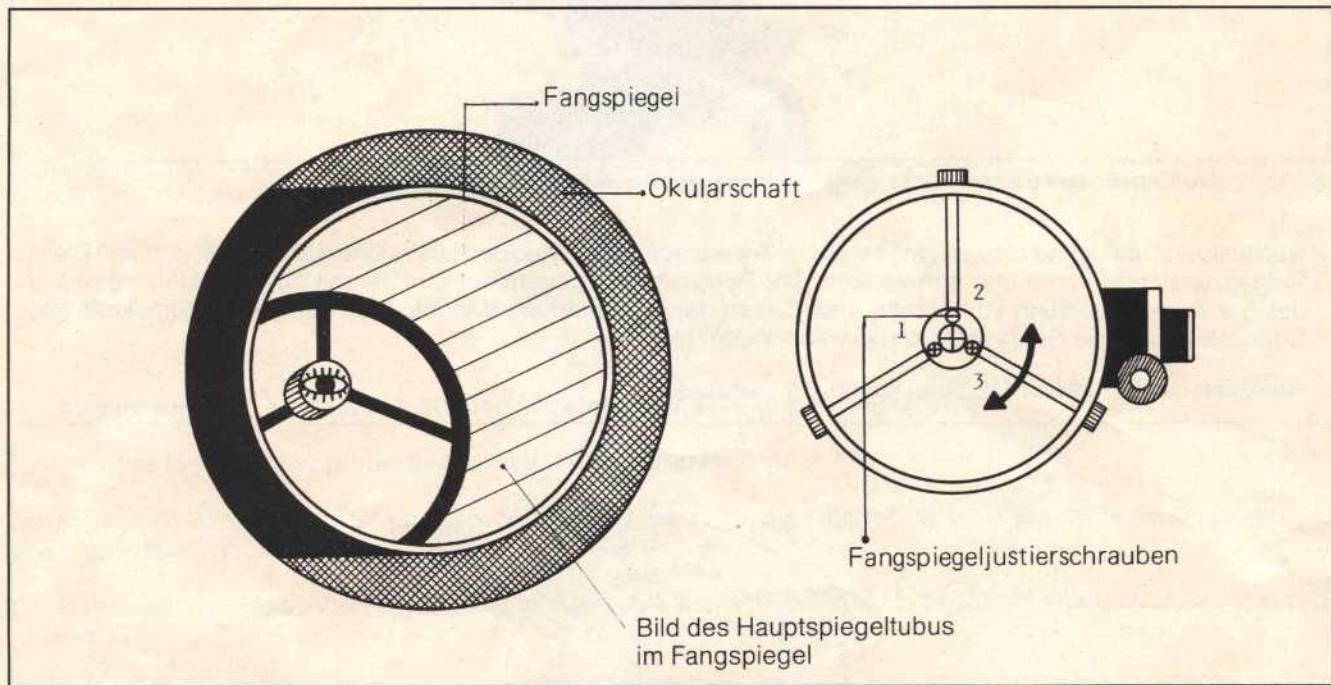
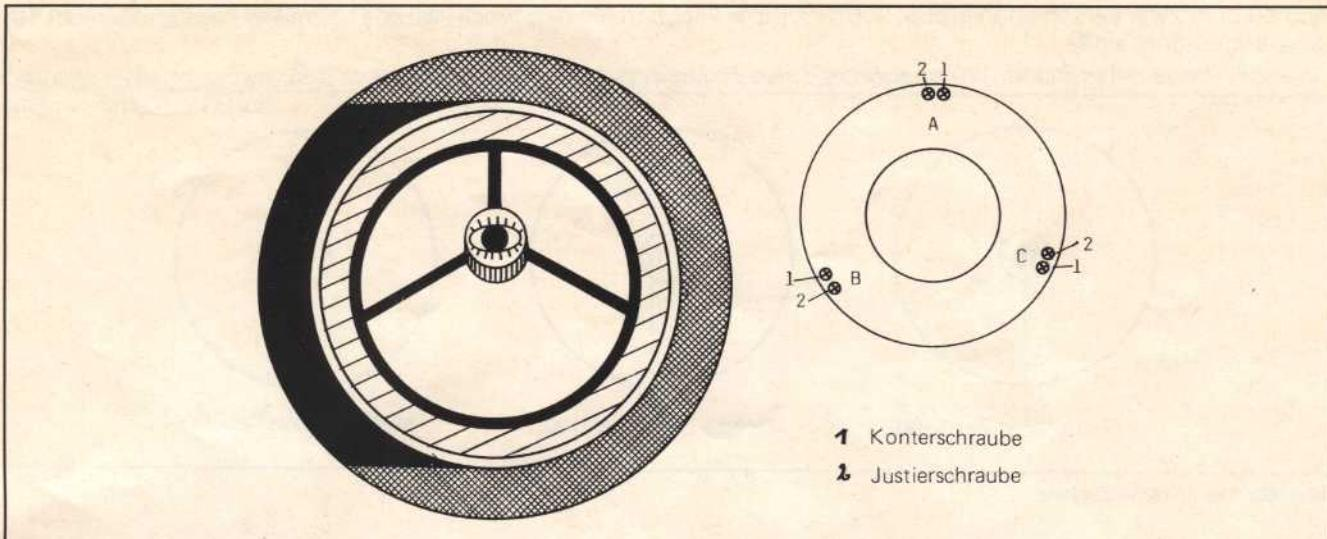

Abb. 44: Völlig dezentrierte Optik
Abb. 45: Vor der Hauptspiegelzentrierung
- Abbildung 44 zeigt den geneigt liegenden Fangspiegel, der zwar kreisrund erscheint, aber nicht voll ausgeleuchtet ist. Dies wird mit den drei Fangspiegeljustierschrauben korrigiert. Bei diesen Manipulationen taucht im Fangspiegel das Bild des Hauptspiegels auf, das sich, bei richtig justiertem Fangspiegel in der Mitte desselben befindet (Abb. 45). Die Lage des Augenspiegelbildes in Abbildung 45 gibt nun Aufschluß über die Zentrierung des Hauptspiegels.
- In Abbildung 45 erkennt man, daß die „obere“ Fangspiegelstrebe noch zu kurz ist. Dies kann am oberen Justierschraubenpaar des Hauptspiegels (Abb. 45, A) ausgeglichen werden.